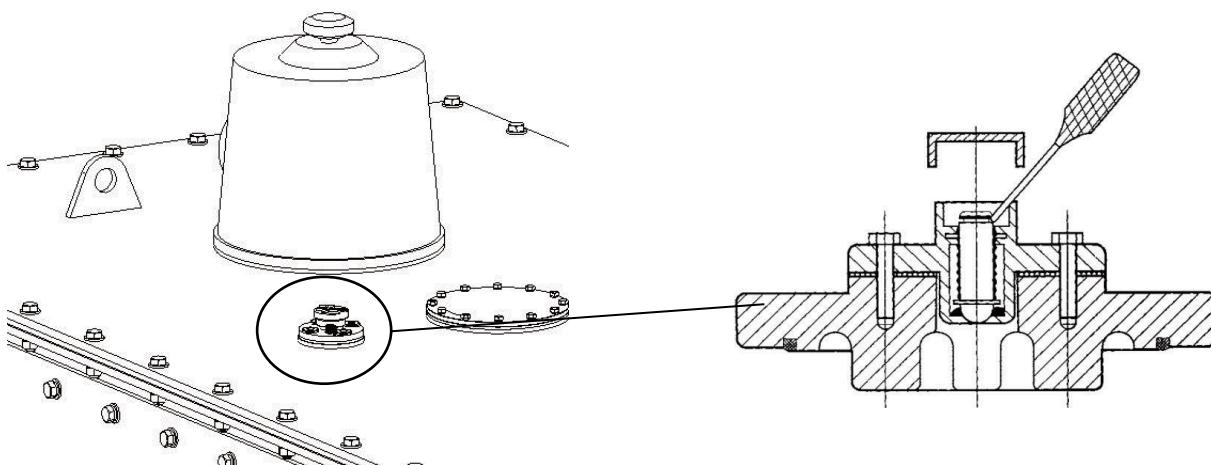

Рисунок 18 Использование клапана выпуска воздуха
- 2) Отверткой поддеть шток клапана E1 для выпуска воздуха из-под крышки головки устройства РПН (Рисунок 18).